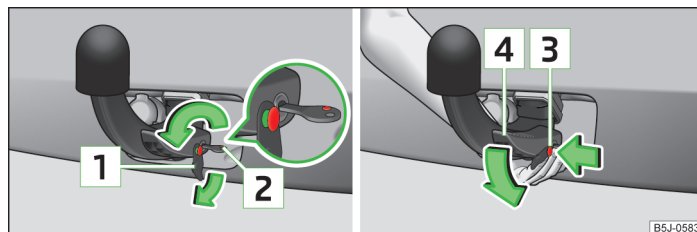

Fig. 106 Desbloquear la palanca de mando de la barra de cabeza esférica y soltarla
- Retirar la tapa [\[1\]](#) » fig. 106 del cierre de la barra de cabeza esférica en el sentido de la flecha.